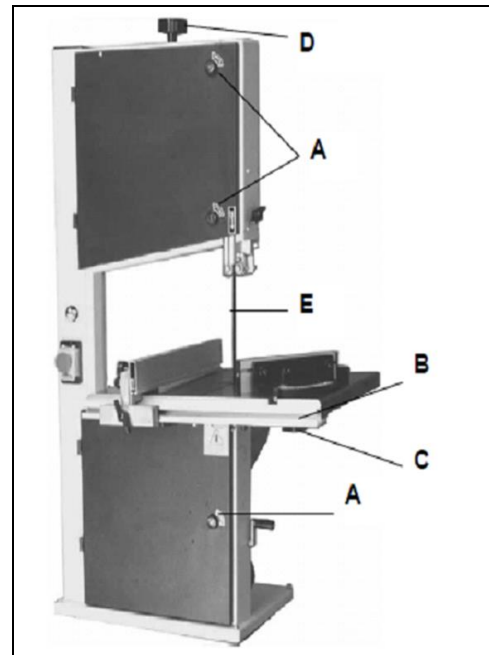

Fig 21
2. Ouvrir les portes supérieure et inférieure des enrouleurs du ruban en utilisant un tournevis pour débloquer les serrures (A, Fig 21).